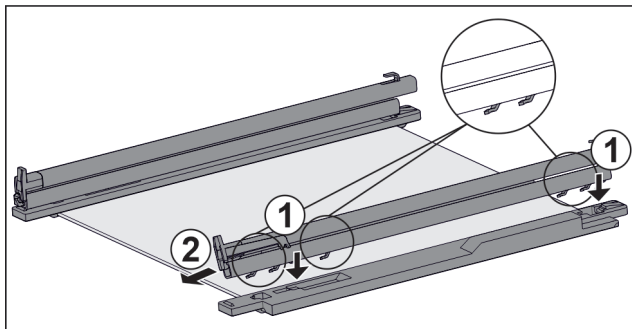

Fig. 202 Ripiano in vetro con guide e fermi
- Inserire il gancio della guida sulle aperture del **gancio** sinistro. Fig. 202 (1)
- Tirare la guida in avanti. Fig. 202 (2)
- Inserire il gancio della guida nelle aperture del **gancio** destro. Fig. 202 (1)